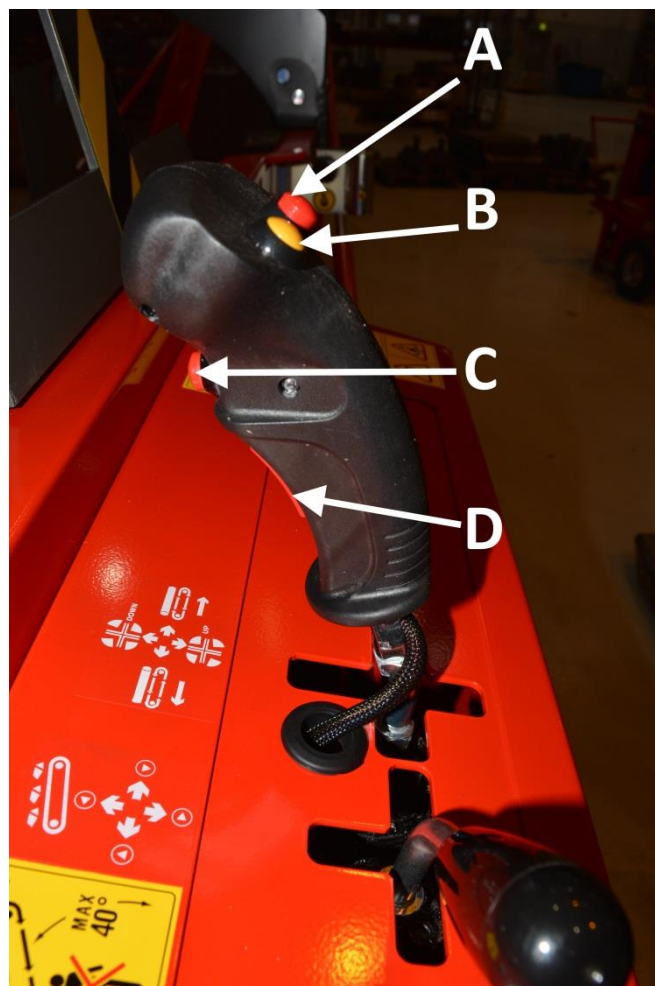

Bild 11. Joystick
6. Starta klyvrörelsen med knapp C på joysticken på bild 11. Klyvrörelsen ska vara normal.
- a. Utför några sågrörelser utan ved genom att helt trycka ner knappen D på bild 11.
- d. Öppna skyddet och kontrollera att sågkedjan har fått olja. Kontrollera också oljematningen genom att stänga av maskinen och trycka D-knappen på bild 11 ända ned i botten tills oljan rinner från kedjan.
8. Starta klyvrörelsen och stoppa den genom att öppna skyddsnetet för maskinen. Kontrollera att klyvbalken går tillbaka till sitt ursprungliga läge när man stänger skyddsnetet. Säkerställ även att klyvbalken returneras när du trycker på knapp A på bild 11.